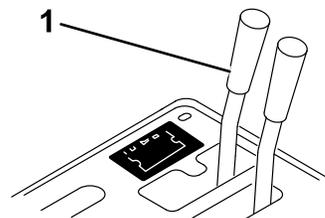
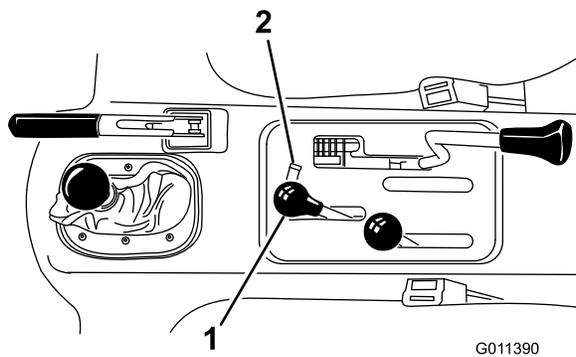

図 14
図 15
1. シリアル番号が 239999999 よりも小さいワーマンでは、リモート油圧バルブハンドル (図 14) をフロート位置にセットする；シリアル番号が 240000001 以上のワーマンでは、油圧昇降レバー (図 15) を前後に動かしてシステム内部の圧力を開放する；これらの操作により、クイックカップラを容易に外すことができるようになる。